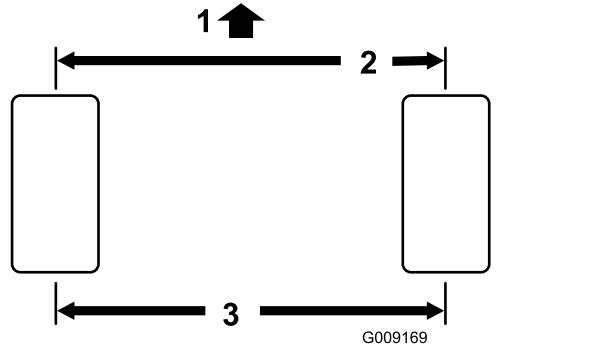

Figura 59
1. Meça a distância de centro a centro (à altura do eixo) na zona dianteira e traseira dos pneus da direção (Figura 59).